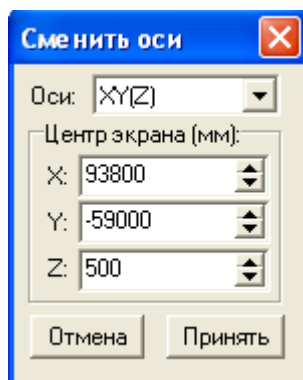

Рис. 3-6. Окно «Сменить оси».
- **Сменить оси.** Этот пункт меню вызывает диалоговое окно смены осей текущей модели ЗУ (Рис. 3-6), с помощью которого можно изменить не только оси редактирования, но и задать координаты центра экрана (камеры). Это диалоговое окно также можно вызвать с помощью контекстного меню, нажав на правую кнопку «мыши» на рабочей области.
- **Третья координата.** Этот пункт меню вызывает диалоговое окно «Сменить оси» (Рис. 3-6), но для изменения доступна только координата оси перпендикулярной к плоскости рабочей области. Таким образом, можно быстро задать «глубину» текущего слоя.